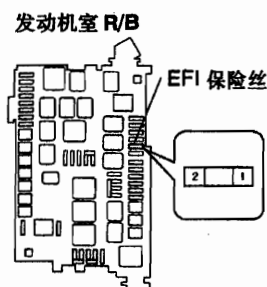
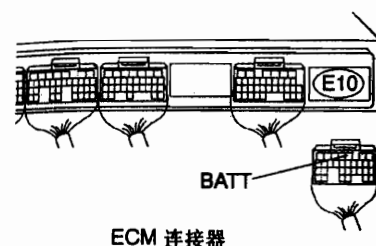

图 2-2-84
图 2-2-85
(1) 从发动机室继电器盒中拔出 EFI 保险丝, 脱开 ECM 连接器, 如图 2-2-84 和图 2-2-85 所示, 检测 EFI 保险丝插座端子 2 与 ECM 连接器端子 E10-3(BATT)间的导通性, 应导通。分别检测 EFI 保险丝插座端子 2 或 ECM 连接器端子 E10-3(BATT)与车身接地间的导通性, 应不导通 (2) 从发动机室继电器盒中拔出 EFI 保险丝, 脱开蓄电池正极电缆, 如图 2-2-84 所示, 检测 EFI 保险丝插座端子 1 与蓄电池正极电缆端子间的导通性, 应导通。分别检测 EFI 保险丝插座端子 1 或蓄电池正极电缆端子与车身接地间的导通性, 应不导通